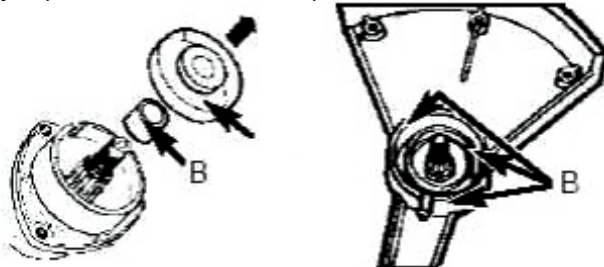

Рис.3
- Снимите защитную муфту от намотки (А) с кожуха штанги (Рис.3).
- Установите защитный щиток сверху на кожух и выровняйте отверстия на щитке и кожухе до совпадения. Вставьте винты (В) как указано (Рис.3) и надежно затяните.